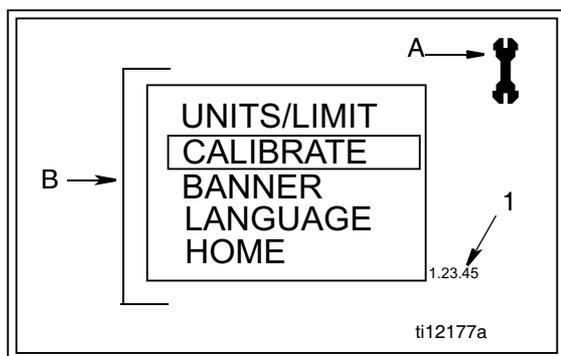

FIG. 12
Écran de configuration principal (FIG. 12)
Fonctions de l'écran principal (FIG. 12)
2. Ensuite, appuyer en même temps sur le bouton ENTRÉE au milieu (b) (FIG. 11). Continuer de pousser sur ces deux boutons jusqu'à ce que l'écran de configuration principal montré sur la FIG. 12 s'affiche.